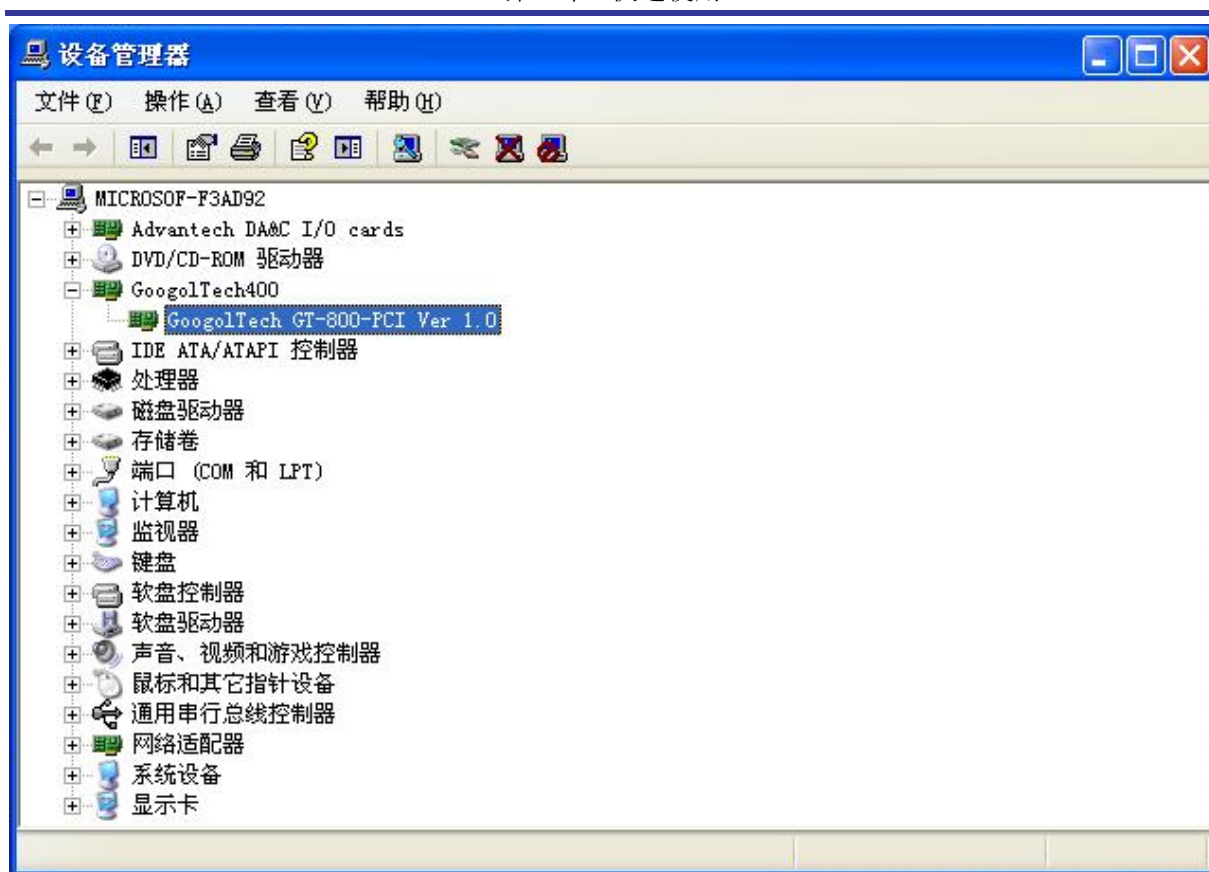

图 2-10 运动控制器驱动程序安装界面 10
(10) 安装成功后，打开设备管理器，可以看到驱动已经安装成功，如图 2-10 所示。